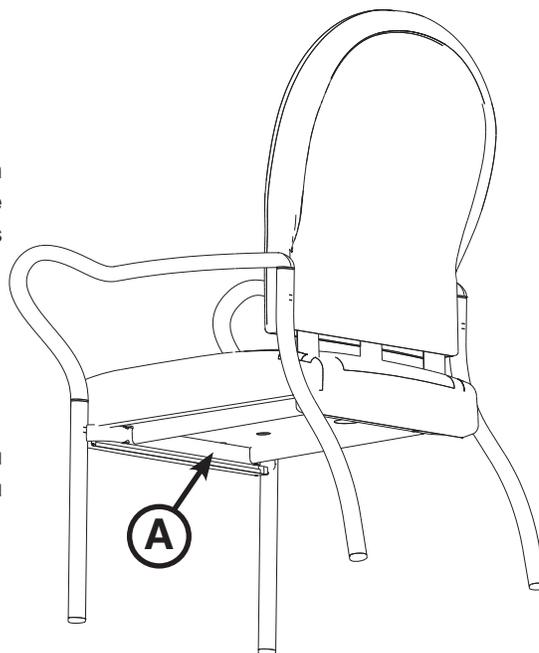
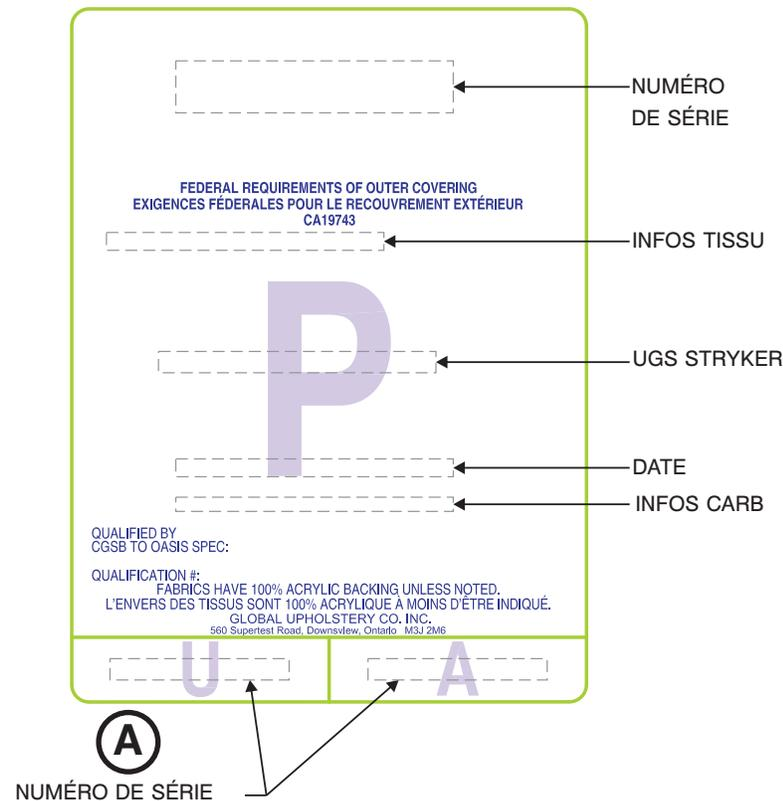

Figure 1 : Emplacement du numéro de série
Figure 2 : Étiquette de contenu : située sous le coussin du siège
Le numéro de série (A) du fauteuil est situé derrière le barreau du châssis sous le siège (Figure 1) sur l'étiquette du contenu (Figure 2).